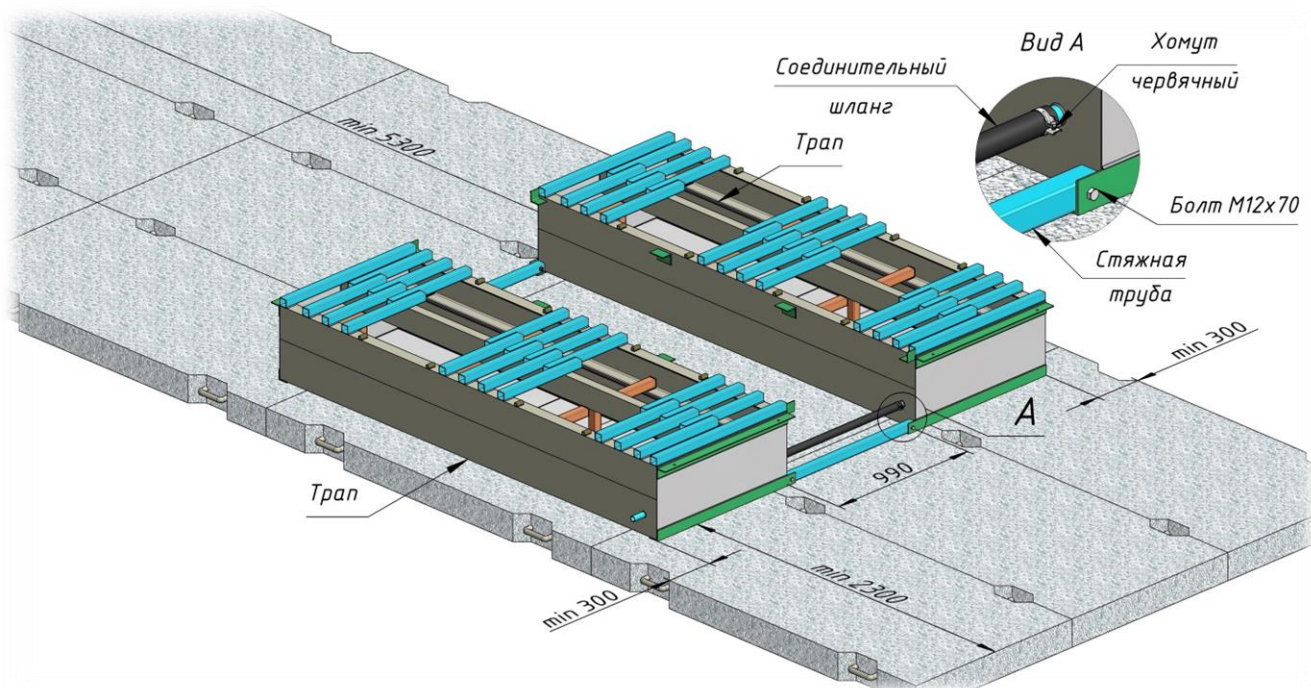

Рисунок 2
- устанавливаются два трапа на расстоянии 990 мм друг от друга, таким образом, что бы минимальные расстояния от трапов до края площадки составляли 2.3 метра спереди, 5.3 метра сзади и 0.3 метра справа/слева. Далее трапы соединяются между собой двумя стяжными трубами с помощью четырех болтов M12x70/шайб 12/гаек M12 и соединительным шлангом, который затягивается червячными хомутами (смотри рис. 2);